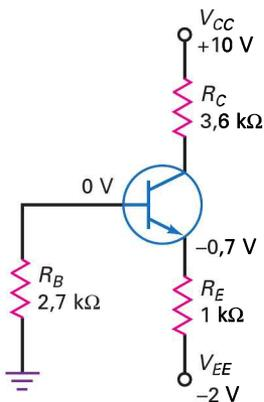

Figure 7.20
Quand ce type de montage est bien conçu, le courant base est suffisamment faible pour être ignoré. Cela revient à dire que la tension base est presque nulle, comme le montre la figure 7.20.
Sur la figure 7.20, la résistance d'émetteur joue encore le rôle principal en fixant le courant. Pour trouver sa valeur, appliquons la loi d'Ohm : le sommet de la résistance R_E est à la tension $-0,7\text{ V}$ et le bas à -2 V . Donc la tension aux bornes de la résistance d'émetteur est la différence entre ces deux tensions. Pour avoir sa valeur exacte, retranchez la valeur la plus faible de la plus forte. Dans ce cas précis, la plus faible est -2 V , on a donc :
Une source d'erreur dans cette méthode approchée est la faible tension sur la résistance de base (figure 7.20). Quand un petit courant traverse cette résistance, une tension négative apparaît entre la base et la masse. Dans une bonne réalisation, elle est inférieure à $-0,1$ V. Si un compromis doit être trouvé en utilisant une plus grande résistance de base, la tension peut être inférieure à $-0,1$ V. Lorsque vous dépannez un tel circuit, la mesure de la tension entre la base et la masse doit donner une faible valeur, sinon quelque chose est erroné.
D'après la figure 7.20, quelle est la tension collecteur si la résistance d'émetteur est portée à $1,8$ k Ω ?
7.9 Avez-vous compris ? Dans la figure 7.20, utiliser une résistance d'émetteur de 2 k Ω . Calculer V_{CE} .